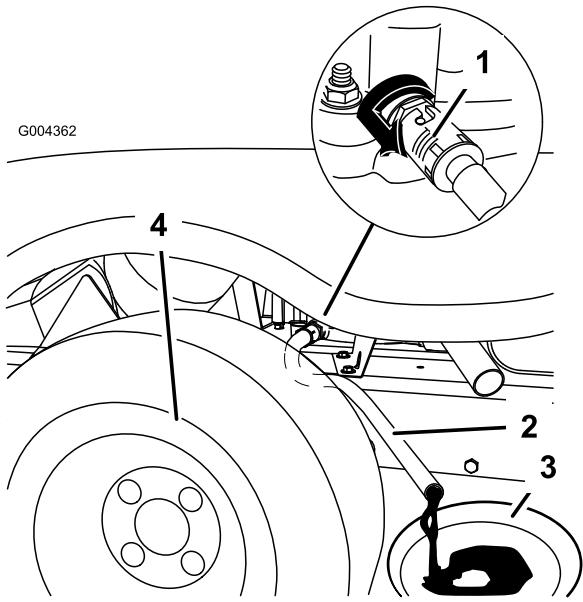

Bild 36
6. Stellen Sie ein Auffanggefäß unter den Ablassschlauch. Öffnen Sie das Ölablassventil, um das Öl abzulassen (Bild 36).
- Entfernen Sie den Ablassschlauch (Bild 36).